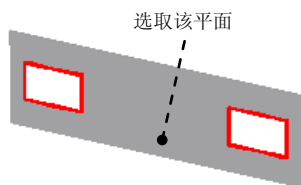

图 8.11.15 法向除料特征 1
Step8. 创建图 8.11.15 所示的法向除料特征 1。
(1) 选择命令。在“主页”功能选项卡“钣金”工具栏中单击“打孔”按钮，选择“法向除料”命令。
(2) 定义特征的截面草图。
① 选取草图平面。在系统“单击平的面或参考平面。”的提示下，选取图 8.11.15 所示的模型表面为草图平面。